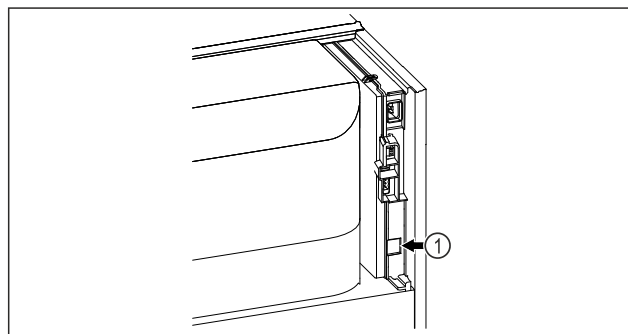

Fig. 129
- ☐ SmartModule Fig. 129 (1) è inserito.